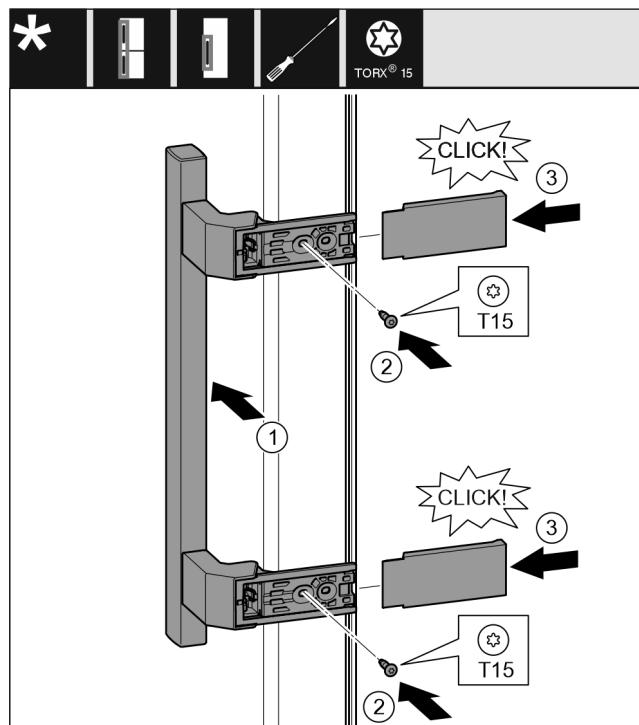

Fig. 18
- Aplicați mânerul pe partea opusă. Fig. 18 (1)
- Înșurubați ferm șuruburile cu șurubelnită T15. Fig. 18 (2)
- Aplicați și împingeți capacele laterale. Fig. 18 (3)